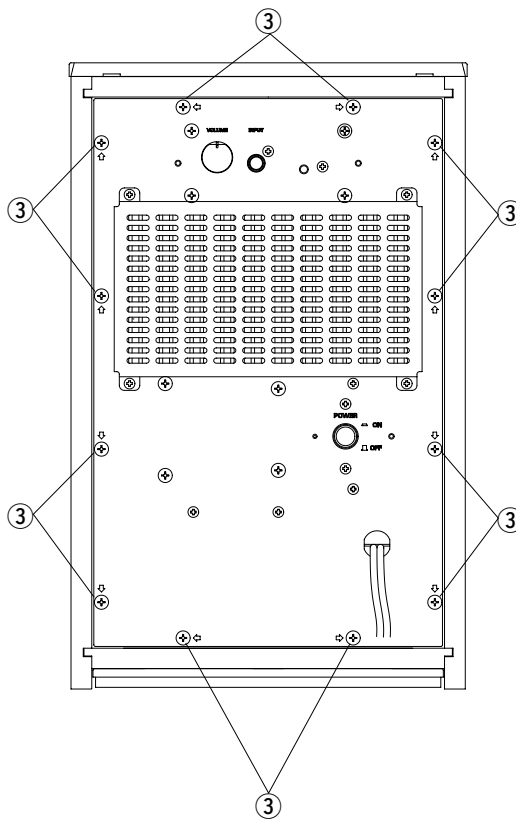

Fig. 2
Remove 12 screws (③) in Fig. 2.
③のネジ12本を外し、リアパネルを取り出します。
(Fig. 2)